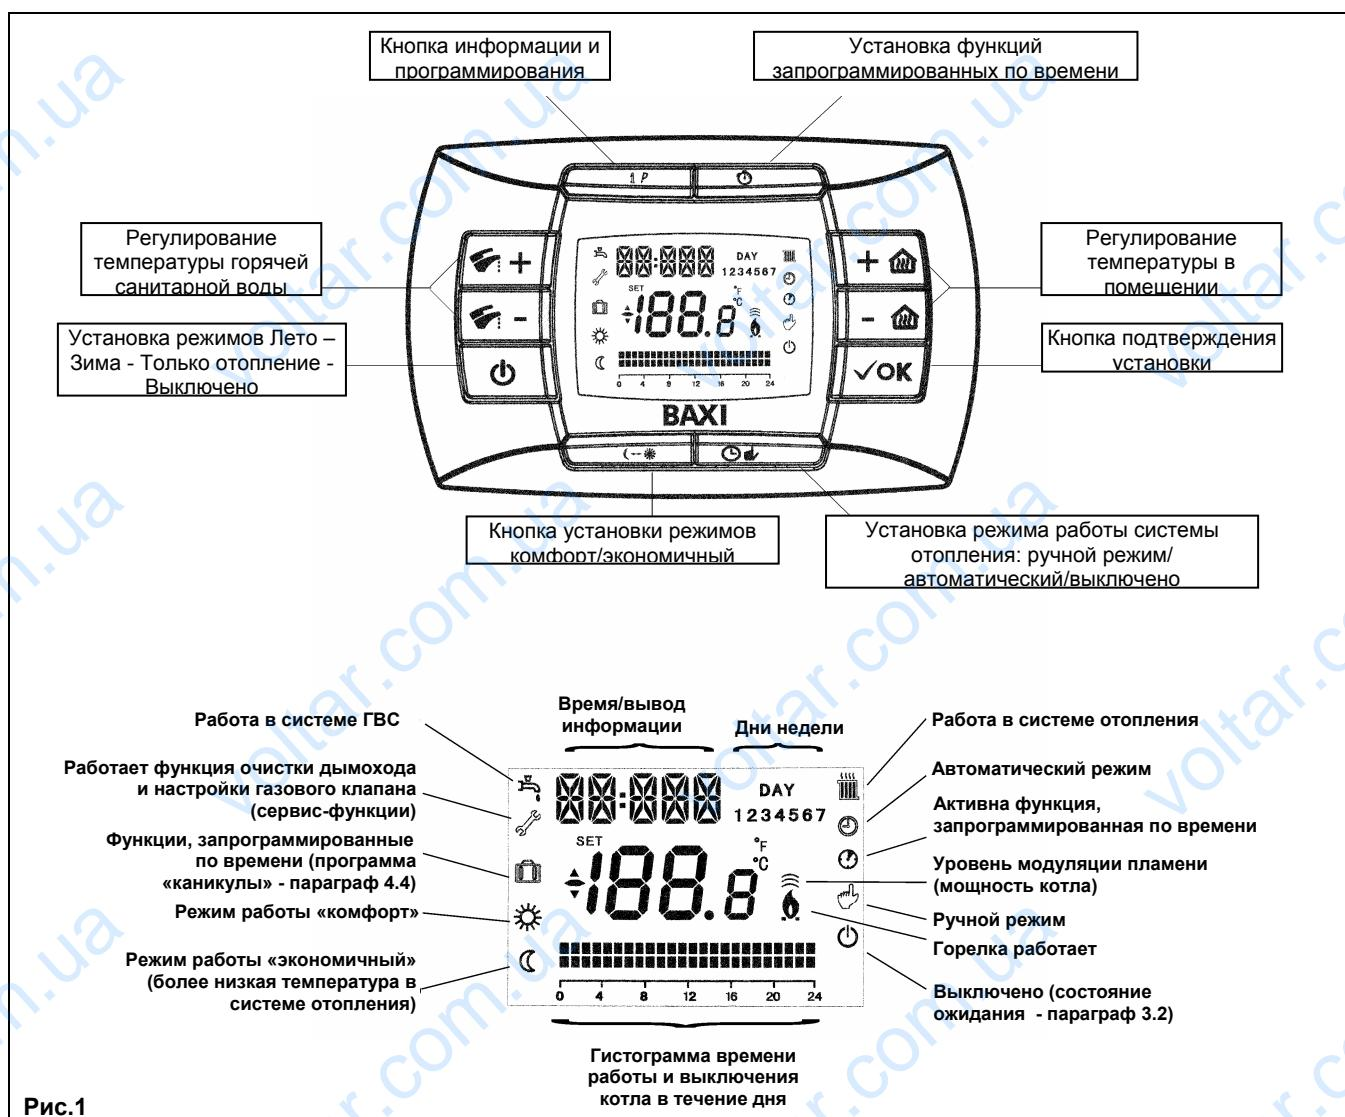

Рис.1
Регулирование температуры в помещении (III) и температуры горячей санитарной воды (IV) осуществляется с помощью кнопок +/- (см. рис.1).
Во время работы котла на систему отопления на дисплее (рис.1) появляется символ III и температура в помещении (°C).
Во время работы котла на систему ГВС на дисплее (рис.1) появляется символ IV и температура в помещении.